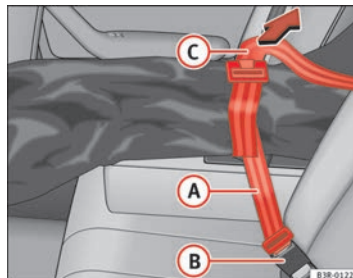

Fig. 129 Modo de asegurar el saco para objetos alargados en el cierre del cinturón ▶
- Introduzca el cinturón **A** ⇒ página 158, fig. 129 del saco en el cierre del cinturón central **B**.